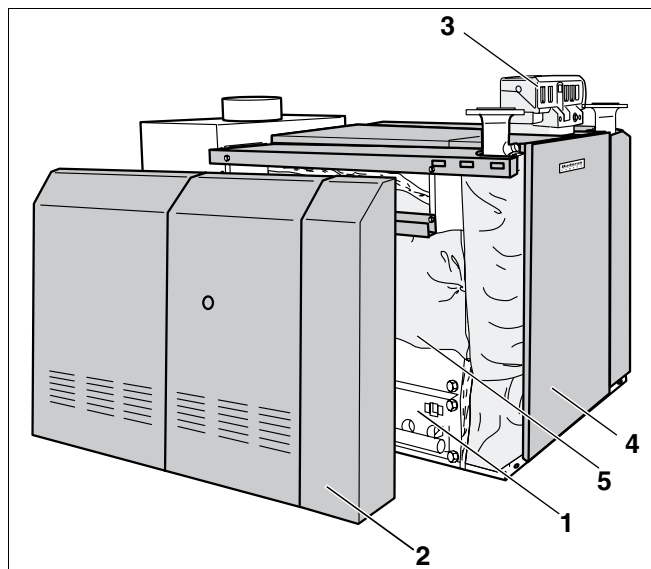
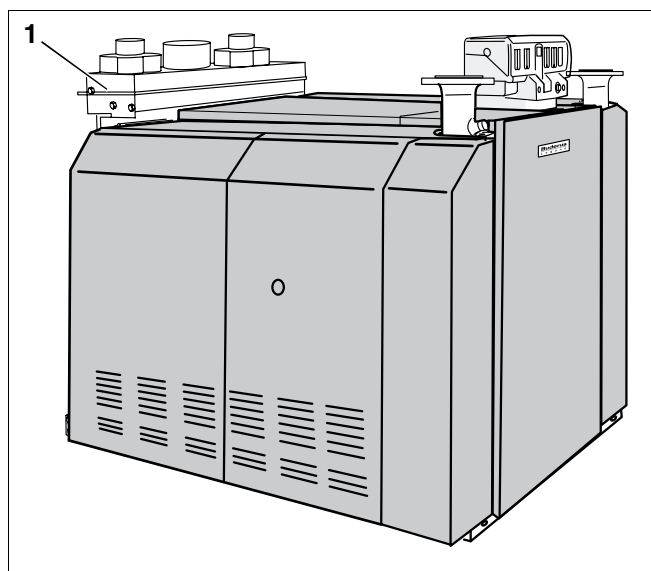

Fig 1 Logano GE434
Fig 2 Logano plus GB434
Cazanele de încălzire Logano GE434 (Fig. 1) și Logano plus GB434 (Fig. 2) se compun dintr-un bloc de cazan stâng și unul drept, care sunt echipate cu câte un arzător de gaz.
- Blocurile de cazan (Fig. 1, **Poz. 5**) și arzătoarele de gaz (Fig. 1, **Poz. 1**).
- Mantaua cazanului (Fig. 1, **Poz. 2**) și izolația termică (Fig. 1, **Poz. 5**).
- Aparat de reglare (Fig. 1, **Poz. 3**), aparat suplimentar de reglare și două automate de ardere (fiecare arzător de gaz un automat de ardere).
Componenta suplimentară a cazanului Logano plus GB434 (Fig. 2):
- Schimbătorul de căldură (condensație) (Fig. 2, **Poz. 1**)